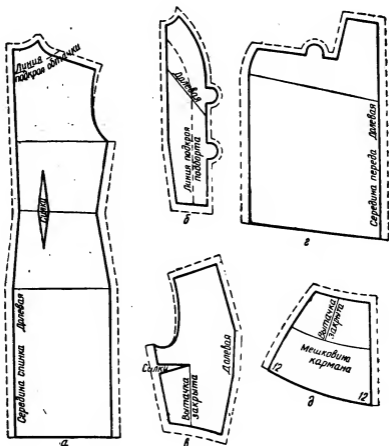

Рис. 320. Подготовка выкройки комбинированного платья со вставкой к раскрою:
**Спинка.** Выкройку спинки укладывают так, чтобы линия середины спинки от линии бедер до низа была по долевой нити (рис. 320, а).
**Полочка.** Середину переда вставки укладывают так, чтобы обозначение «Долевая» было по долевой нити ткани (рис. 320, б). Можно кроить так, чтобы линия середины переда вставки была по долевой нити, в зависимости от имеющихся отрезков ткани.
Боковую часть переда укладывают так, чтобы обозначение «Долевая» было по долевой нити (рис. 320, в). На боковой части переда вытачка от линии талии закрыта и переведена в разрез линии бока.
Переднее полотно юбки укладывают так, чтобы его середина была по долевой нити (рис. 320, г). В зависимости от ширины имеющихся спорков можно дать припуски на складку.
Боковую часть юбки (рис. 320, д) укладывают в зависимости от имеющихся отрезков ткани. Вытачку на этой части выкройки закрывают. На мешковину кармана следует добавить 10—12 см.